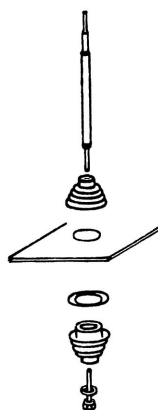

Fig. 4.1.2.3.2 a
c) Raccordements (Fig 4.1.2.2. c et d)